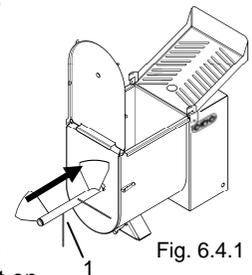

Fig. 6.4.1
- Prendre le bras mélangeur "1" Fig. 6.4.1 et l'introduire dans la cuve en le poussant en avant.